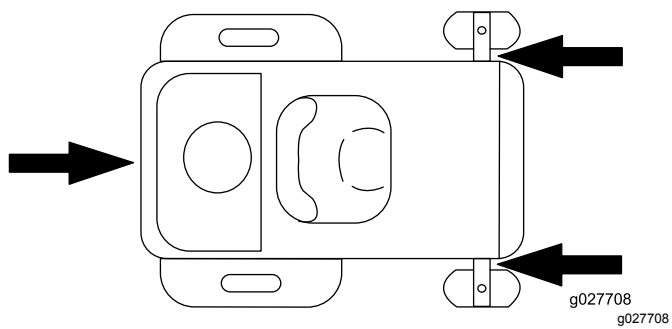

Figure 33
6. Arrimez la machine près des roues pivotantes avant et du pare-chocs arrière à l'aide de sangles, chaînes, câbles ou cordes (Figure 33). Reportez-vous à la réglementation locale concernant les exigences d'arrimage.